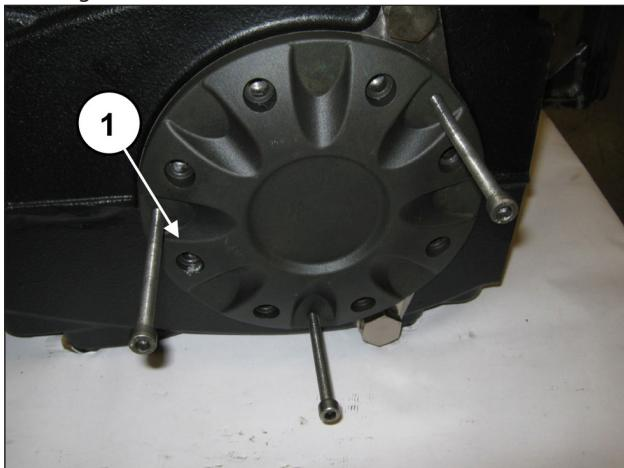

Abb. 28
Setzen Sie 3 Stiftschrauben oder Gewindeschrauben M8 (Pos. ①, Abb. 28) als Abzieher in die entsprechenden Bohrungen ein